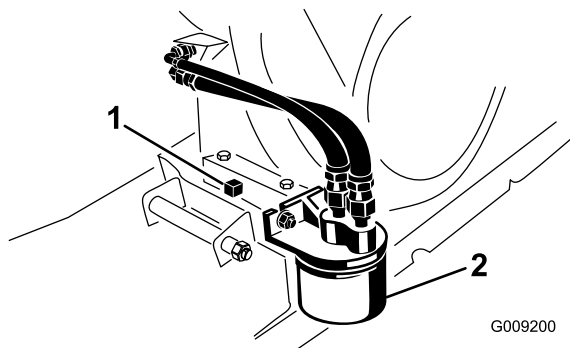

Figura 41
- Alinhe um recipiente de escoamento com uma capacidade de 1,8 litros com o tampão de escoamento (Figura 41).
6. Retire o tampão de escoamento e o vedante (Figura 41).
2. Retire o filtro do óleo existente (Figura 41).
4. Enrosque o novo filtro no adaptador do filtro até que a junta entre em contacto com a placa de montagem; em seguida, aperte o filtro mais 1/2 a 3/4 de volta (Figura 41).